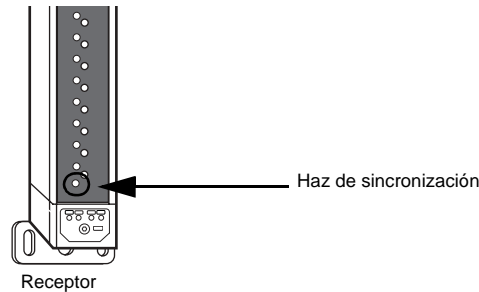

Ilustración 9: Haz de sincronización
2. Verifique que el haz de sincronización (ilustración 9) no esté obstruido.